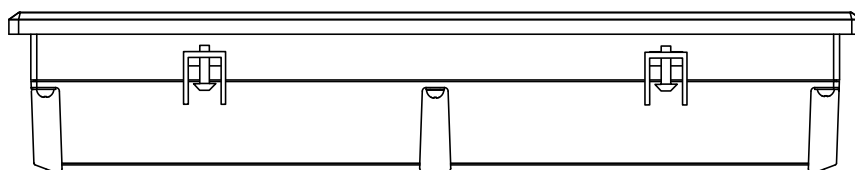

Рисунок 5.1 – Установка крепежных зажимов
3. Крепежные зажимы вставить в вырезы на верхней и нижней сторонах корпуса (см. рисунок 5.1).